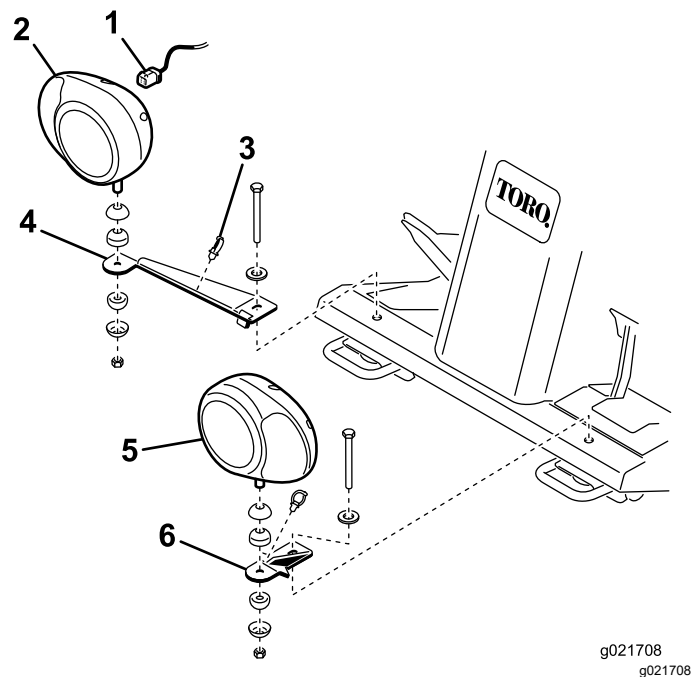

Figura 11
1. Bullone, rondella e dado (2)
2. Fissate le staffe dei fari di destra e sinistra sulla parte anteriore della piattaforma dell'operatore con i bulloni, le rondelle e i dadi rimossi in precedenza. Collocate le staffe come illustrato nella Figura 11.
3. Assicurate i gruppi faro destro e sinistro alle relative staffe (Figura 11) con gli elementi di fissaggio forniti con le luci. Accertatevi che il vetro dell'indicatore di direzione del faro sia orientato verso l'esterno della macchina.
- Disponete il cablaggio preassemblato dei fari sotto il bordo anteriore della piattaforma dell'operatore e collegatelo ai fari (Figura 11).